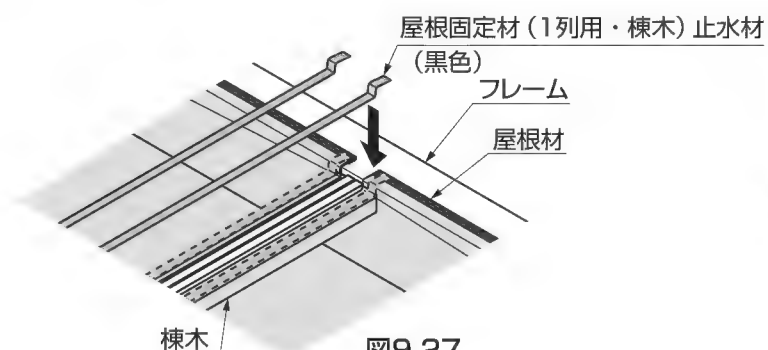

図9-27
②屋根固定材（1列用・棟木）止水材を屋根材に貼付けてください。（図9-27参照）